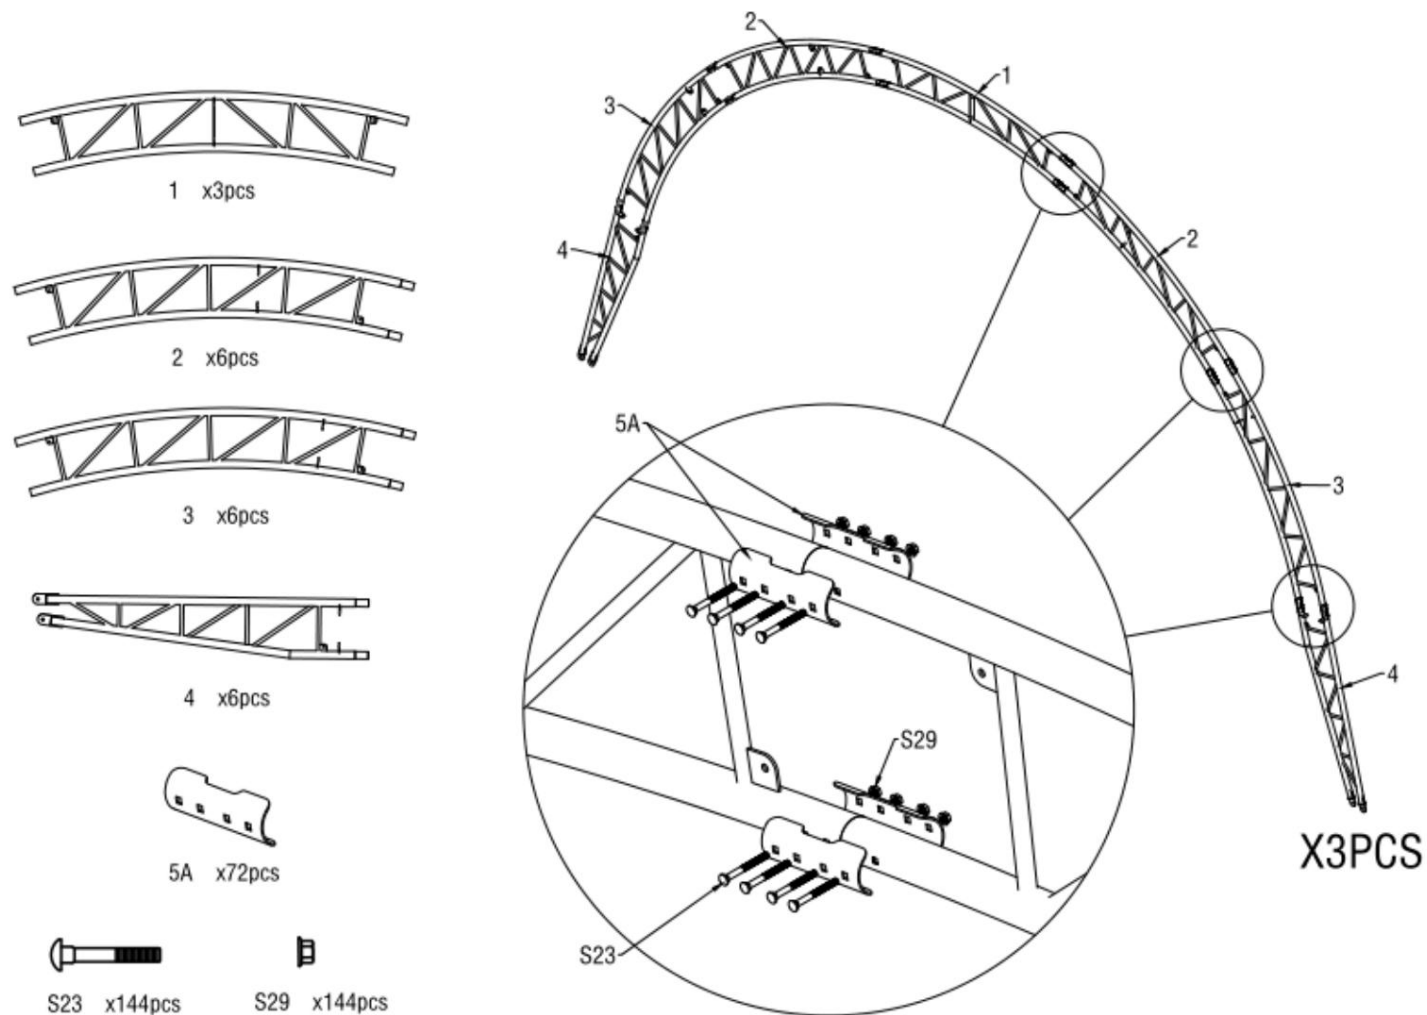

Figure 4
2. Comme indiqué sur la figure 4, repérez un tube supérieur de toiture (n° 1), deux tubes de courbure supérieurs de toiture (n° 2), deux tubes de courbure centraux de toiture au niveau de l'épaulement (n° 3) et deux tubes de courbure inférieurs (n° 4). Assemblez chaque groupe d'arcs à l'aide d'une vis M8x80 (n° S23). NE PAS installer la vis sur le dessus de la ferme, là où reposera la toile.
Remarque : Les tubes supérieurs de toit, les tubes de courbure de toit et les tubes de courbure inférieurs (n° 1A, 2A, 3A et 4A) sont soudés à des plaques d'acier pour les portes avant et arrière. sont différentes de l'arche centrale. (Figure 4)